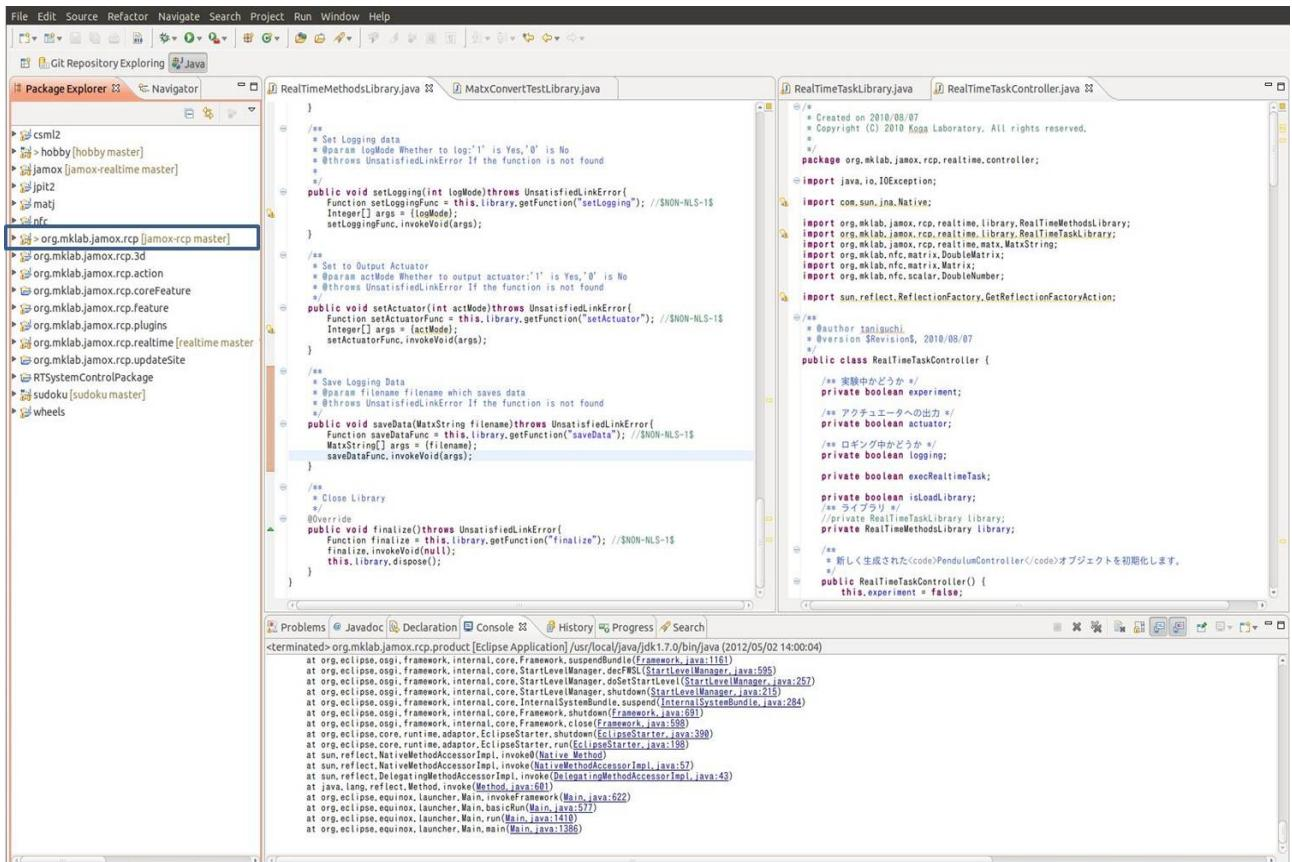

図 1: Eclipse の起動画面
2. 端末内のコマンドライン上で以下のように入力し、Eclipse を起動する。図 1 に Eclipse の起動画面を示す。